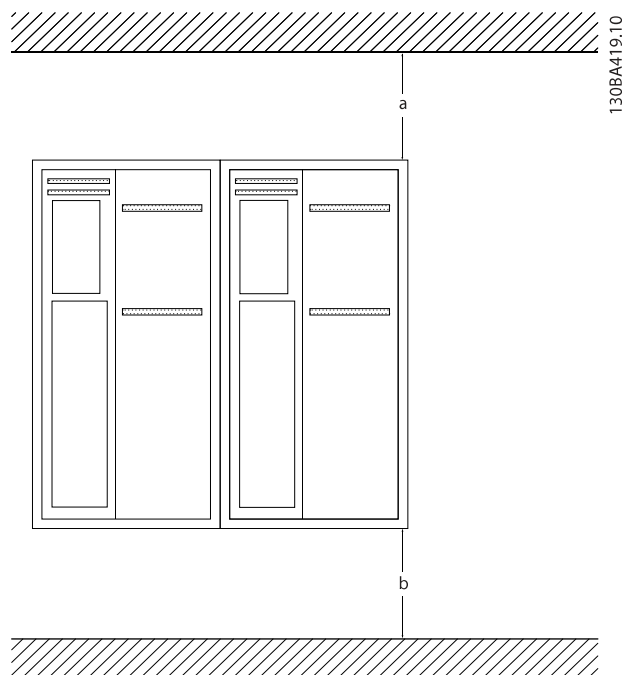

Рисунок 2.1 Зазоры для охлаждения в верхней и нижней части устройства
- В верхней и нижней части преобразователя следует оставить доступ воздуху для охлаждения. Обычно зазор должен составлять 100–225 мм. Требования к зазорам для циркуляции воздуха см. в *Рисунок 2.1*.